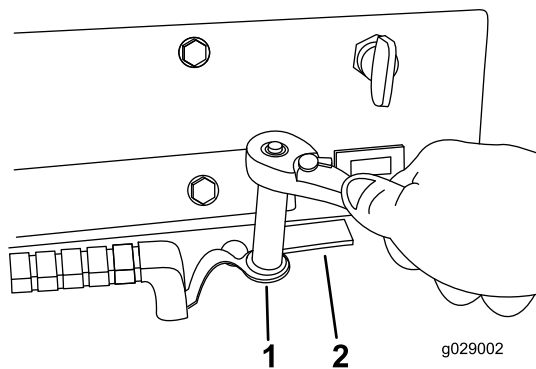

Рисунок 1
2. Снимите болт, расположенный рядом с правой раздвижной защёлкой (Рисунок 1).